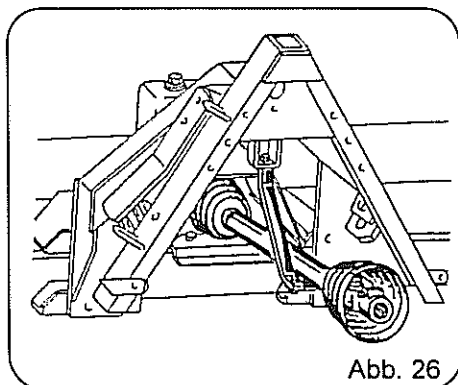

Abb. 26
- Gelenkwelle vom Schlepper abziehen und auf Gelenkwellenhalter legen (Abb. 26).
- Gelenkwelle vom Schlepper abziehen und auf dem Gelenkwellenhalter legen (Abb. 26).